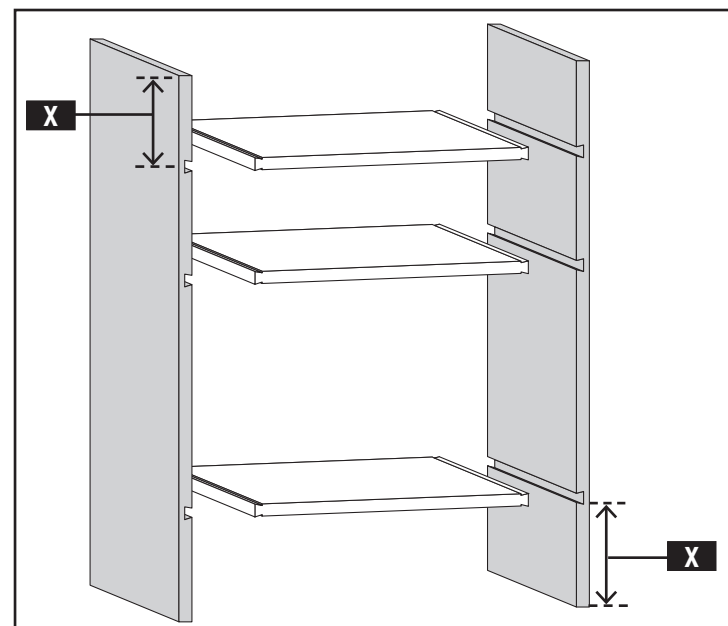

Fig. H5
NOTA DE CAPACIDAD: Cuando haga el corte de ranuras, las tablas deben tener la longitud suficiente para permitir la sujeción de la pieza de trabajo. Debe haber al menos una distancia de 178 mm (7") entre el material y el centro de la ranura, que aparece como "X" en la Fig H5, para asegurar una buena sujeción. Si desea que la distancia (X) sea menor que 178 mm (7") en su proyecto terminado, puede cortar la parte innecesaria después de realizar el corte de ranuras.